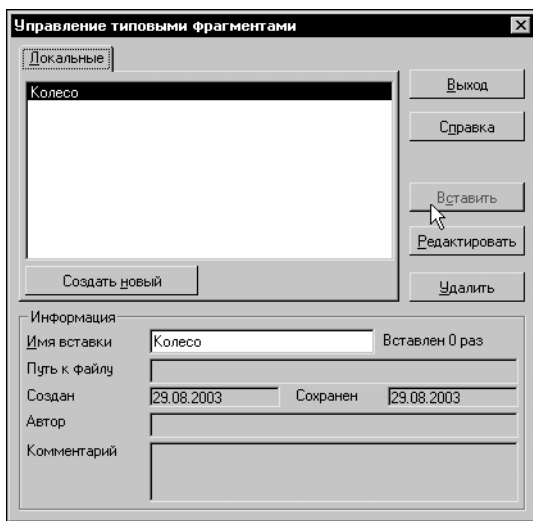

Рис. 45.9. Диалог управления фрагментами
7. Нажмите кнопку **Вставить** (рис. 45.9).